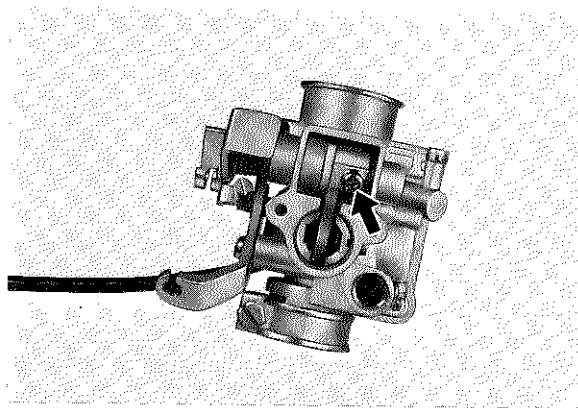

Fig. 4-2-17
1. Remove the mixing chamber top, and remove the throttle shaft bolt. (Fig. 4-2-17)
1. Enlever le couvercle de la chambre de mélange, et enlever le boulon de la tige d'accélérateur (Fig. 4-2-17).
1. Mischkammerverschluß abnehmen und Drosselwellenschraube entfernen. (Fig. 4-2-17)